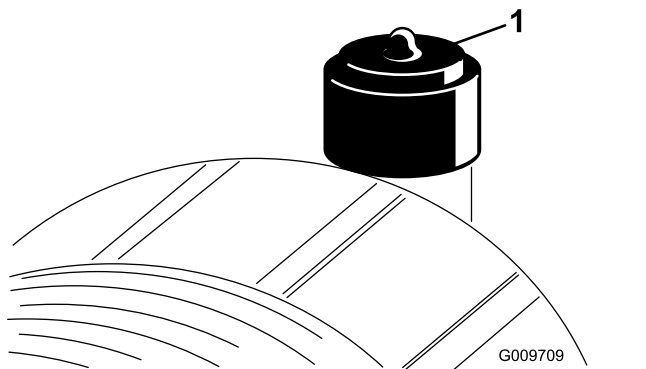

Figura 73
Faça a manutenção ao filtro de ar apenas quando o indicador de manutenção (Figura 73) o exigir. Mudar o filtro de ar antes de ser necessário apenas aumenta a possibilidade de entrar sujeira no motor quando se retira o filtro.
2. Reinicie o indicador (Figura 73) se este se apresentar vermelho.